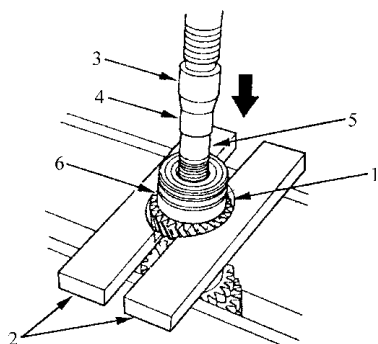

图 4-82 将副轴从球轴承中压出
4) 如图 4-82 所示，将 5 档齿轮支撑到钢块上，借助压力机和附件，将副轴从球轴承中压出来。